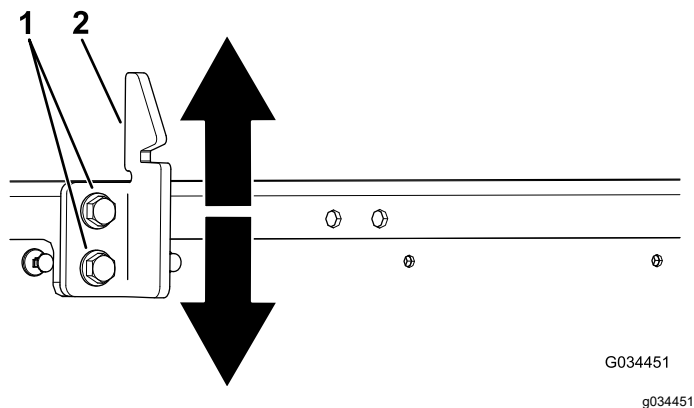

Рисунок 53
3. Ослабьте 2 болта на ударном выступе защелки кузова и переместите ударный выступ вверх или вниз, если он расположен слишком низко или слишком высоко (Рисунок 53).
4. Затяните 2 болта на ударном выступе защелки кузова (Рисунок 53).